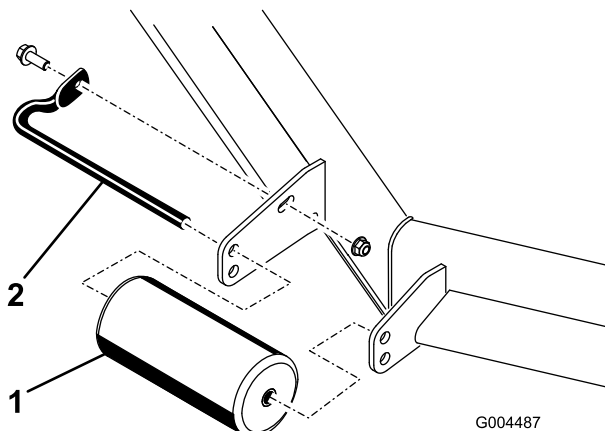

Figure 25
4. Retirez les fixations de chaque galet sur le plateau de coupe et montez ou abaissez les galets selon le cas ; reportez-vous aux Figure 25 à Figure 29 selon ce qui convient à votre tondeuse.